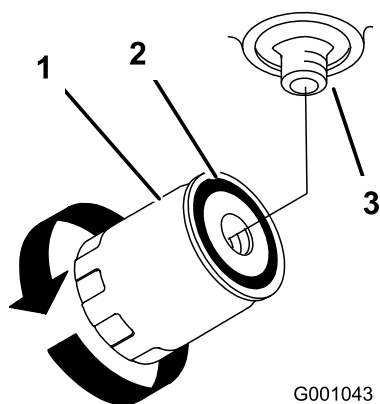

Figure 72
7. Appliquez une fine couche d'huile propre sur le joint en caoutchouc du filtre de rechange (Figure 72).
9. Remplissez le réservoir hydraulique jusqu'à ce que le liquide déborde du filtre. Tournez alors le filtre à huile dans le sens horaire jusqu'à ce que le joint en caoutchouc vienne toucher l'adaptateur du filtre. Serrez ensuite le filtre de 1/2 tour supplémentaire (Figure 72).